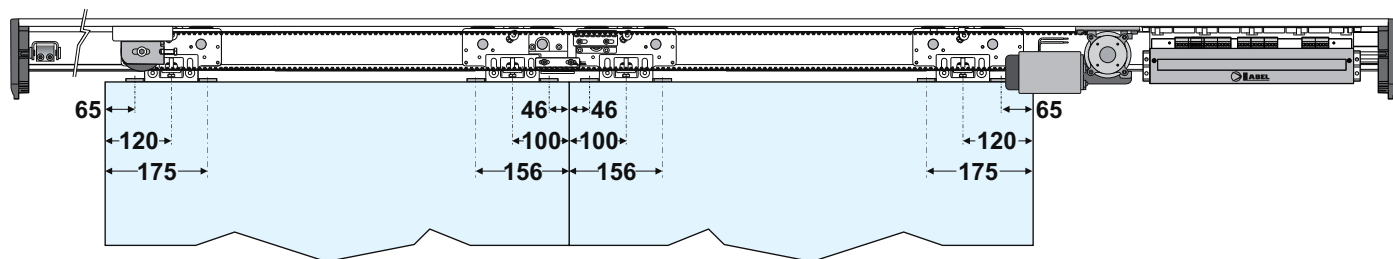

FIG.11
- ! Fastgør beslag "C" på dørblad eller dørfæste på den afstand som er indikeret i Fig. 11 hvis der ikke er installeret el-mekanisk lås, eller som indikeret i Fig. 12 hvis der er installeret el-mekanisk lås.